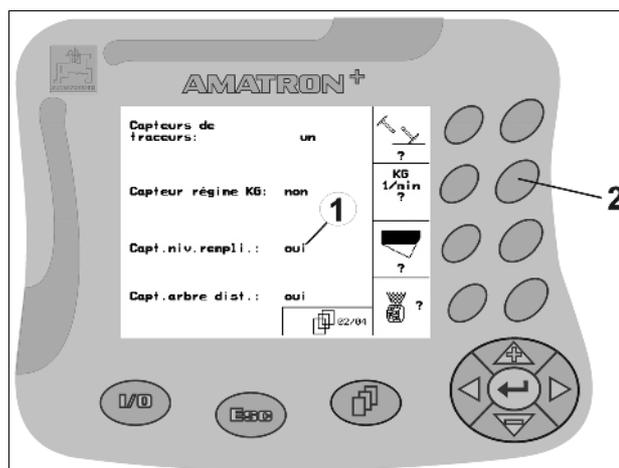

Fig. 16
- Appuyez une fois sur la touche (Fig. 16/2) fonction → **Marche** (Fig. 16/1).